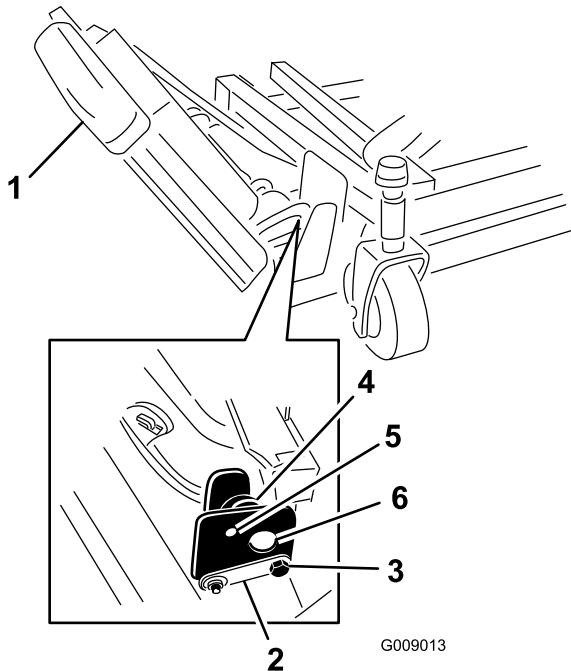

Bild 3
- Nehmen Sie die Muttern ab, mit denen die vorderen und hinteren Anschlagschrauben an den Befestigungen des rechten Flügelmäherwerks befestigt sind (Bild 3).
hinteren Anschlagschrauben aus den Mähwerkbefestigungen heraus (Bild 3).